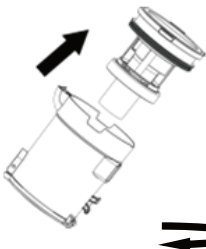
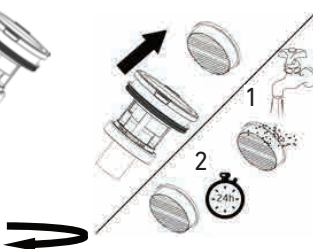
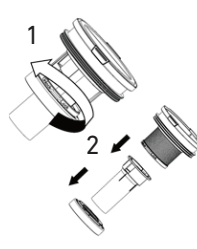
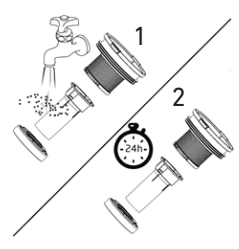

Abb. 9
Abb. 10
Abb. 11
Abb. 12
2. Nimm den Staubabscheider aus dem Staubbehälter heraus (Abb. 9), hebe den Vormotorfilter heraus und schüttele den Staub regelmäßig ab. Spüle den Filter alle drei Monate aus und trockne ihn gründlich. (Abb. 10) Drehe den Aufsatz der Filtereinheit entgegen dem Uhrzeigersinn, um den Innenfilter zu entnehmen (Abb. 11), wasche ihn unter fließendem Wasser ab und stelle sicher, dass er vor dem nächsten Gebrauch trocken ist. (Abb.12)